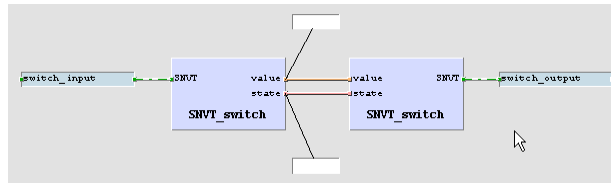

Abbildung 9: Online Test-Felder
- Platzieren Sie das Feld oberhalb oder unterhalb des Blocks wie in Abbildung 9 vorgeschlagen. Dann klicken Sie den Knopf **Save**, um die Änderungen zu speichern.